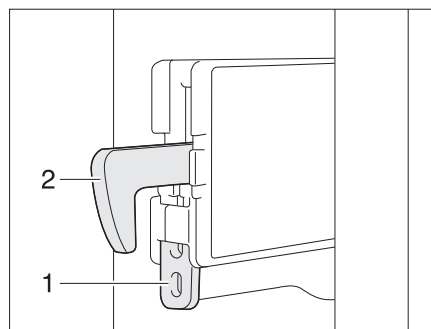

Fig. 231 Fijación del gancho de bloqueo
- Fijar el gancho de bloqueo:** ■ Presionar la fijación (Fig. 231,1) hacia arriba. El gancho de bloqueo (Fig. 231,2) se presiona hacia arriba y ya no estará funcionando.
- Soltar el gancho de bloqueo:** ■ Presionar el gancho de bloqueo (Fig. 231,2) hacia abajo. El gancho de bloqueo volverá a funcionar.